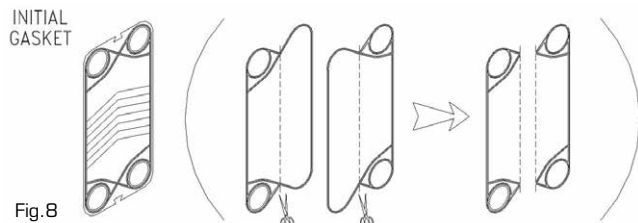

Fig.8
- Coupez 2 joints selon l'axe vertical. Seules les 2 moitiés comportant la partie circulaire qui entoure le collecteur seront utilisées pour former un joint complet (Fig.8).